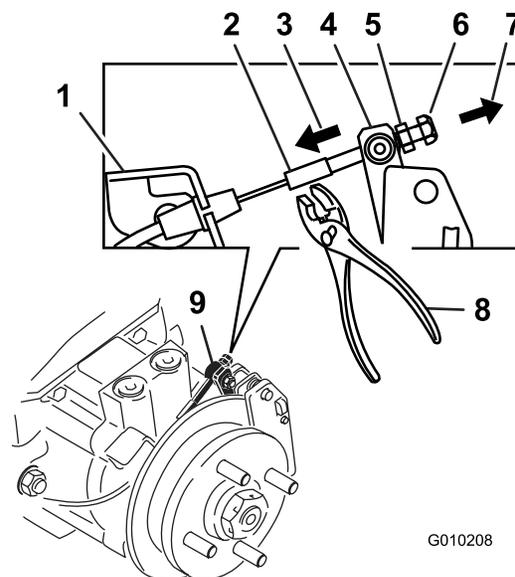

Figura 69
9. Usando las manos y los dedos solamente, empuje la palanca de la pinza hasta que haga tope y las pastillas de freno agarren el rotor (Figura 69).
10. Sujetando la palanca contra del tope, utilice la otra mano o los dedos para tirar del extremo roscado del cable a través del cabezal de giro. Apriete la tuerca estándar a mano contra el cabezal de giro (Figura 69).